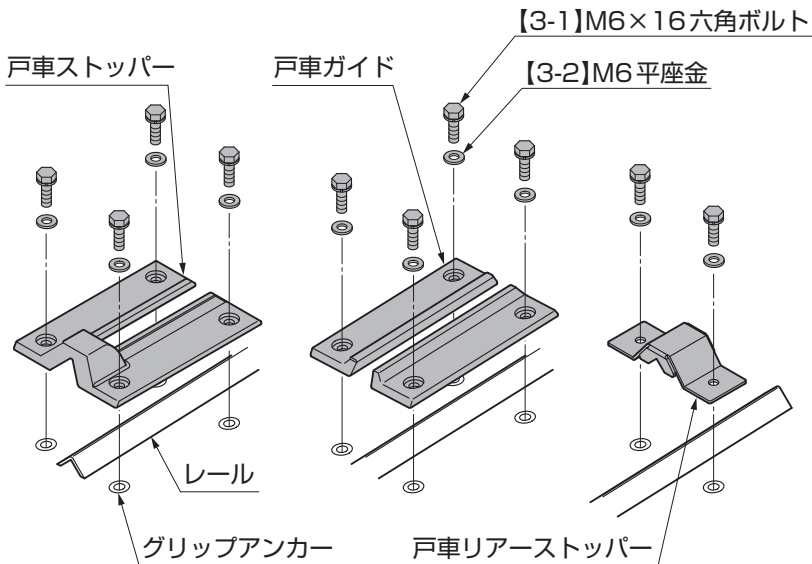

図8-7
- ①戸車ストッパー、戸車ガイド、戸車リアストッパーを[3-1]、[3-2]で固定してください。(図8-7参照)